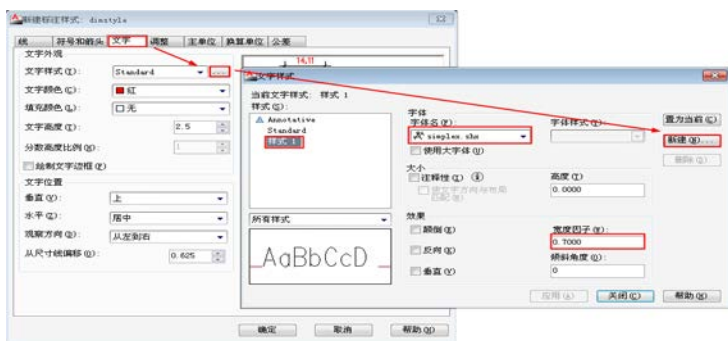

图 17.40 【文字样式】对话框
(6) 展开【文字】选项卡, 单击【文字样式】列表右侧的...按钮, 在打开的【文字样式】对话框中设置文字的样式, 如图 17.40 所示。